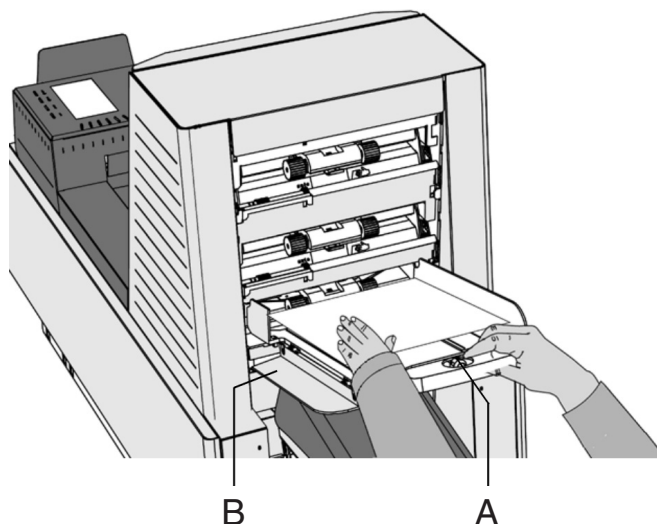

Abb. 14
- Knopf A (Abb. 14) nach vorne schieben, bis er einrastet.
- Linke Seitenführung B (Abb. 14) nach unten klappen.
Knopf A (Abb. 14) anschließend wieder zurückschieben und die linke Seitenführung nach oben klappen.